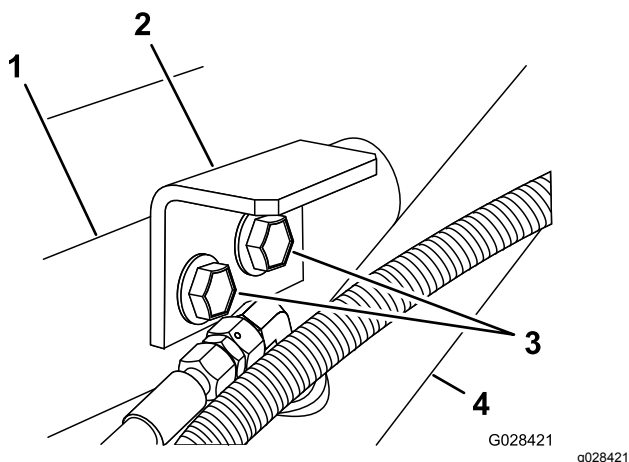

Figura 7
3. Montate le staffe di fissaggio sulla staffa di supporto e il telaio utilizzando i 2 bulloni a testa flangiata e dadi di bloccaggio flangiati che avete rimosso al passaggio 1 (Figura 7).